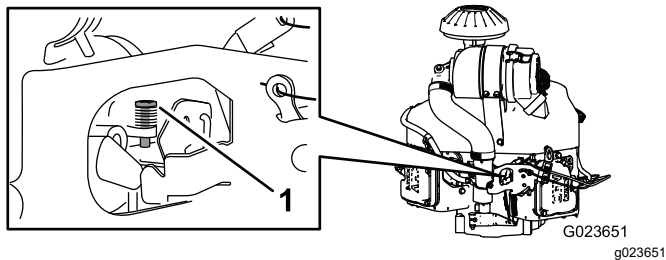

Figura 66
4. Ajuste el tornillo de tope del carburador (Figura 66) hasta que la velocidad de ralentí sea de 1350 a 1550 rpm.